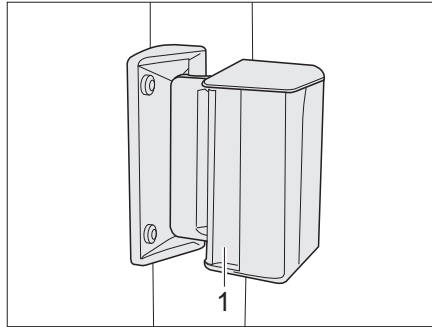

Bild 60 Skjutfönster
- Tryck handtaget (Bild 60,1) och skjut eller drag det samtidigt framåt eller bakåt.